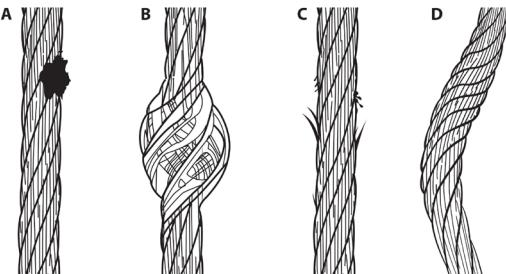

Figura 10: Inspección del cable
Inspeccione toda la longitud de la cuerda componente. Revise atentamente la cuerda de salvamento del cable en busca de alambres con hebras rotas, quemaduras por salpicaduras de soldadura, escoria de soldadura, jaulas de pájaros, torceduras y hebras dobladas. Examine también en busca de óxido, suciedad, pintura, grasa o aceite. Compruebe si hay daños causados por la corrosión química o el calor excesivo, como se evidencia con la decoloración. Consulte la Figura 10 para ver ejemplos. Si existe alguna de estas condiciones, retire el SRD del servicio.
Extraiga todo el cable y revise toda la longitud de trabajo en busca de daños causados por corrosión química o calor excesivo, como se evidencia de decoloración (A), jaulas de pájaros (B), hebras de alambre rotas (C), torceduras y hebras dobladas (D), consulte la Figura 10. El cable debe retraerse completamente sin fluctuaciones y debe permanecer tirante bajo tensión sin combarse.